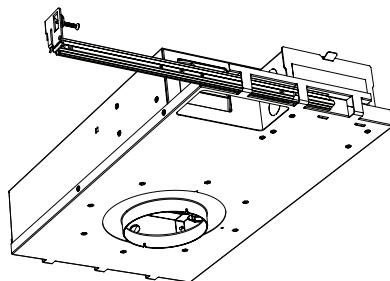

fig. 2
- b. Insérez la barre de fixation intérieure dans les trois fixations du boîtier situées à l'extrémité du boîtier D3. Assurez-vous que la vis se trouve en haut (voir la fig. 2).